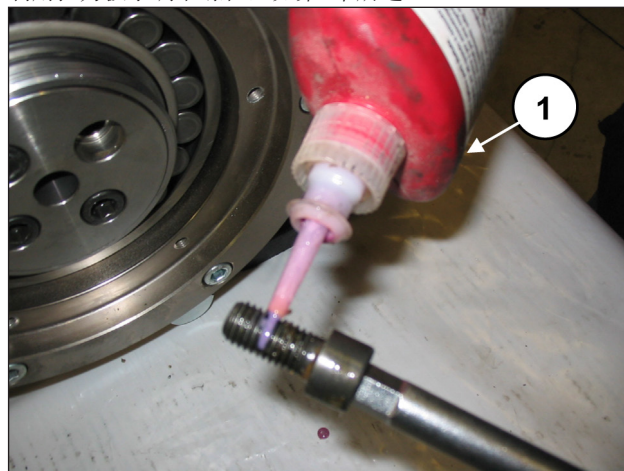

图 87
涂抹LOCTITE 243螺栓胶到M12x25螺栓的螺纹上(位置①，图 87)